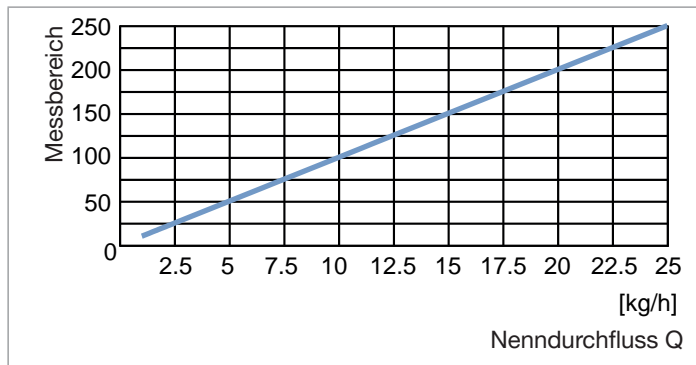

Abb. 6: MFM: Messbereich abhängig vom Nenndurchfluss
• Maximaler Messbereich	• 1:250 Der Messbereich ist definiert als das Verhältnis von Q_{nominal} des Produkts zu Q_{min} . $Q_{\text{min}} = 0,1$ kg/h. Siehe Abb. 6 .